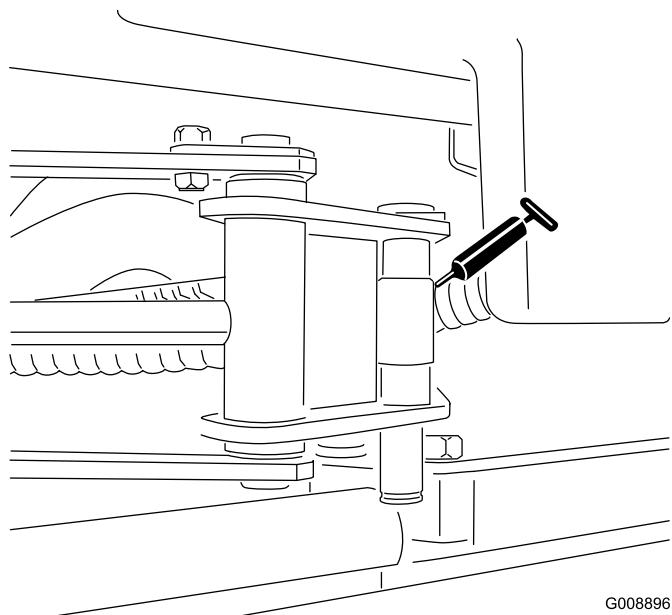

Bild 46
- SideWinder-Zylinderenden (2; nur Modell 03206) (Bild 46)